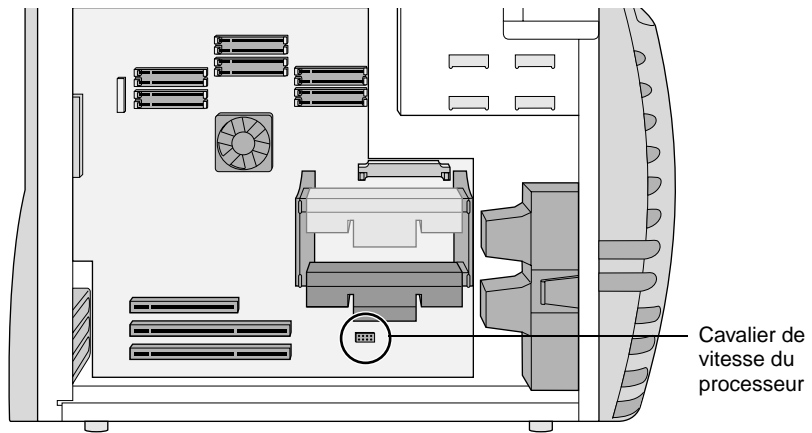

Figure 6-7 Cavaliers de vitesse du processeur
11. Placez les cavaliers de vitesse en fonction des processeurs que vous installez. Le Tableau 6-2 répertorie les différentes positions que peut prendre le cavalier de vitesse du processeur. La Figure 6-7 indique l'emplacement de ce cavalier sur la carte mère.
- Assurez-vous que les cavaliers de vitesse du processeur sont correctement configurés (voir Figure 6-7).